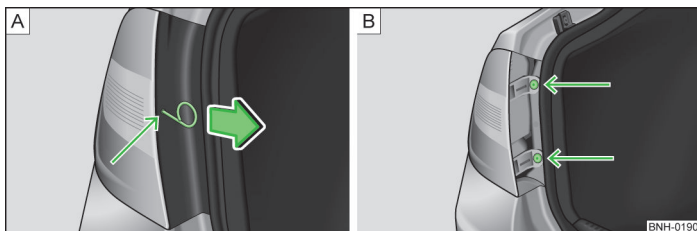

Abb. 177 Abdeckung/Leuchte ausbauen
- › Den Bügel zum Abziehen der Radvollblenden » Seite 187, Bordwerkzeug in die Bohrung an der mit dem Pfeil gekennzeichneten Stelle » Abb. 177 - **A** stecken.
- › Die Abdeckung in Pfeilrichtung » Abb. 177 - **A** abziehen.
- › Die Leuchte mit dem Schraubendreher aus dem Bordwerkzeug abschrauben » Abb. 177 - **B**.